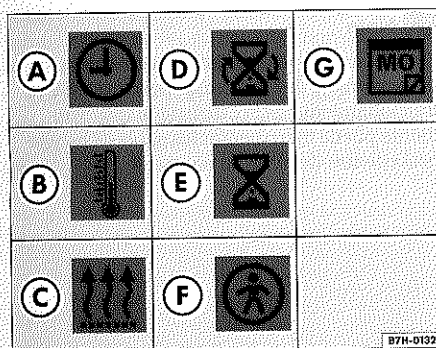

Fig. 15 Cuadro general de los símbolos de la pantalla de la calefacción independiente
Estando la calefacción encendida, pulse las teclas ① y ⑤ para ajustar la temperatura (símbolo ⇒ página 24, fig. 15 ⑥).